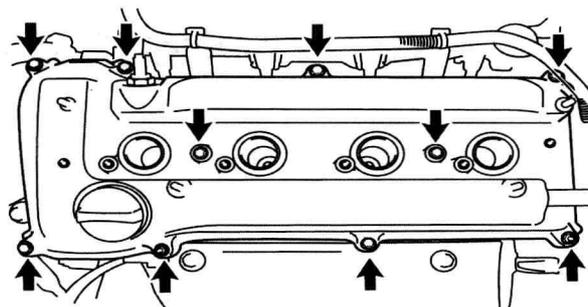

图 1-3 拆卸 8 个螺栓、2 个螺母和汽缸盖罩
(2) 拆卸 8 个螺栓、2 个螺母和汽缸盖罩，如图 1-3 所示。